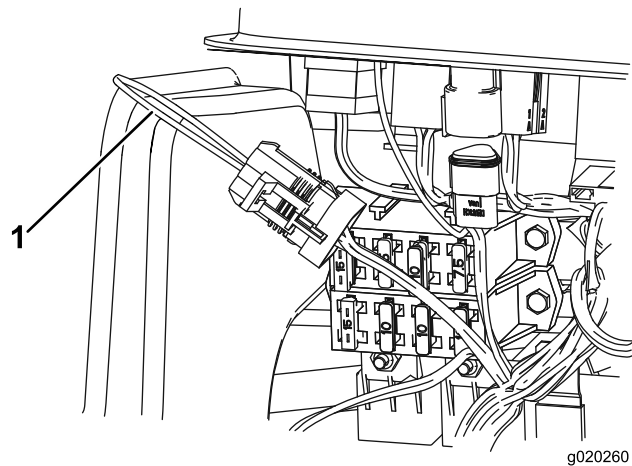

Figura 102
3. Localice el arnés de cables y el conector del bucle de prueba (Figura 102).